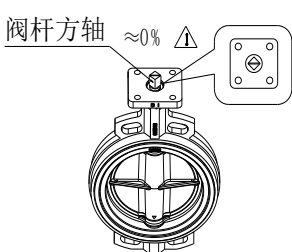

图 3
- 2.1 检查阀杆方轴位置，查看是否处于关闭位置，如图 3。